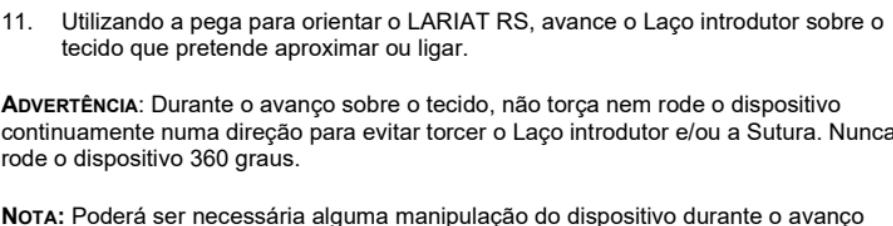

Figura 3 Abrir o Laço introduutor
9. Se utilizar a SofTIP ou um trocarte, avance o introduutor de laço desde a pega em direção à ponta, até cobrir o laço introduutor fechado. Introduza o LARIAT RS na SofTIP ou no trocarte. Puxe o introdutor de laço para trás até este ficar bloqueado no dispositivo de alívio de tensão da pega, conforme apresentado na Figura 3.
10. Para abrir o Laço introduutor, avance o comando deslizante de ativação do laço até este parar e o Laço introduutor ficar totalmente aberto, conforme representado pelo símbolo "O" (oval) na Figura 3.